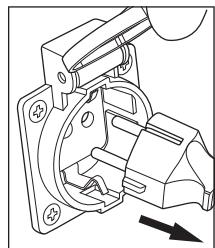

рис. 5
- Отсоедините все электрические нагрузки, отключите подачу напряжения на панели штепсельных розеток. Переведите основной прерыватель цепи переменного тока в положение «ВЫКЛ» (рис. 5).
6. Отсоедините все электрические нагрузки, отключите подачу напряжения на панели штепсельных розеток (рис. 5).